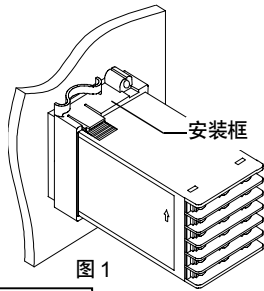
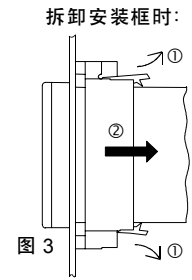

图1
图3
- (1) 请参照「2.2外形尺寸·盘面加工尺寸」在盘面开孔。
- (2) 把本仪器从盘面的前面插入即可。
- (3) 从本仪器的后部插入安装框。
- (4) 推按安装框,直到本仪器被牢固的固定在盘面上为止。(图1)
- 也可用螺丝钉进行安装。按照上述步骤(图1)插入安装框后,在上下两个地方固定(图1)。请使用附件的螺丝钉用。用螺丝钉固定着安装框的场合,请先松螺丝钉。然后,解除挂在盒子上的安装框的防滑钩,即可卸下安装框(图3)。